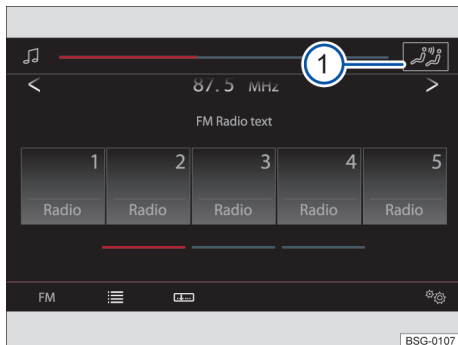

Fig. 124 Exibição do display no console central: superfície de função para acessar o amplificador de voz eletrônico.
- Na parte superior do display, tocar na superfície de função com o símbolo do amplificador de voz eletrônico para acessar o menu **Configuração do som** diretamente → Fig. 124 1.